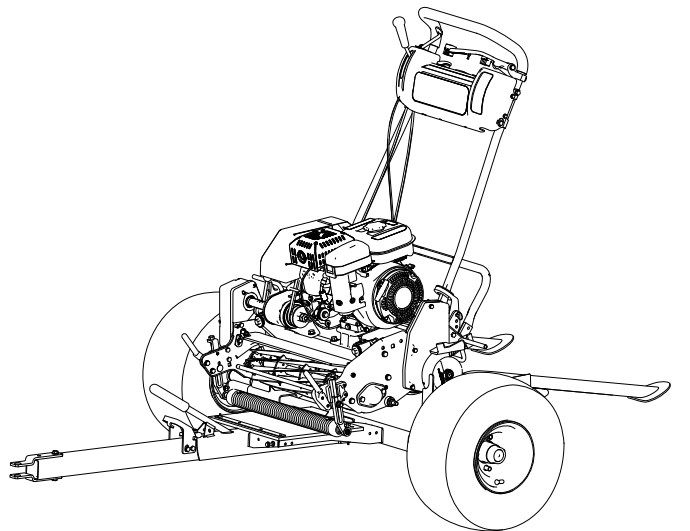

Figura 12
3. Rimuovete il cesto di raccolta dal tosaerba per green, disinserite la trasmissione e portate l'acceleratore al minimo. Guidate **lentamente** il tosaerba per green sul rimorchio fino a toccare i fermaruota (Figura 12).